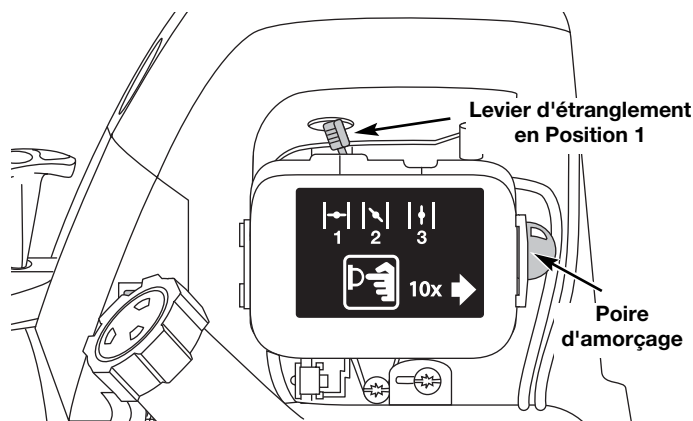

Fig. 12
4. Pressez et relâchez la poire d'amorçage à 10 reprises, lentement. Une certaine quantité d'essence devrait être visible dans la poire d'amorçage et les conduites d'essence (Fig. 12). Si vous n'apercevez pas d'essence dans la poire, pressez et relâchez la poire autant de fois qu'il le faut pour y voir de l'essence.
5. Placez le levier d'étranglement en **position 1** (Fig. 12).